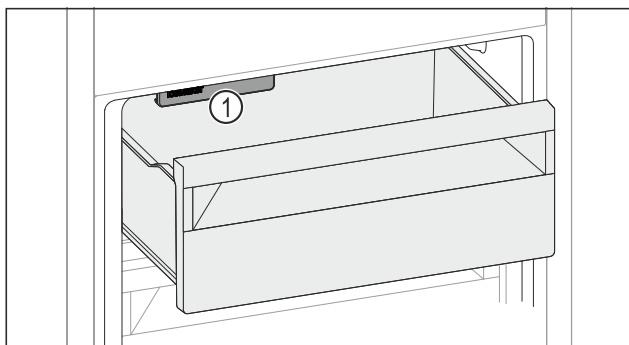

Fig. 169
- ▶ Uwzględnić IceMaker Fig. 169 (1).